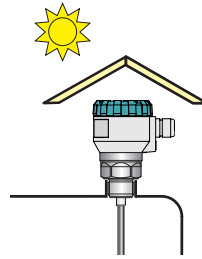

Abb. 10: Sonnenschutz gegen direkte Sonneneinstrahlung
- Der Füllstandsmesser darf nicht an Stellen mit direkter Sonneneinstrahlung installiert werden und ist vor Wettereinflüssen zu schützen. Ist die Installation an Stellen mit direkter Sonneneinstrahlung unvermeidlich, ist über dem Füllstandsmesser Sonnenschutz anzubringen (Abb. 10).